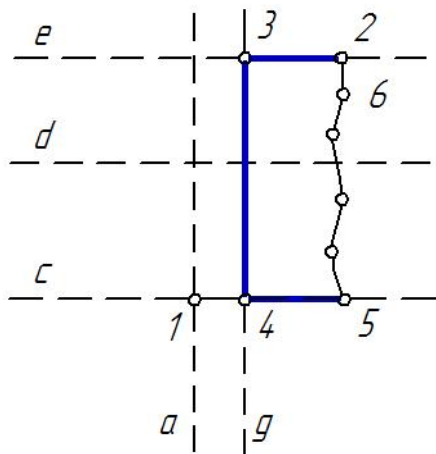

Рис. 3.9. Построение контура сечения командой «Непрерывный ввод объекта»
2. Постройте контур сечения (точки 2 – 6 на рис. 3.9):